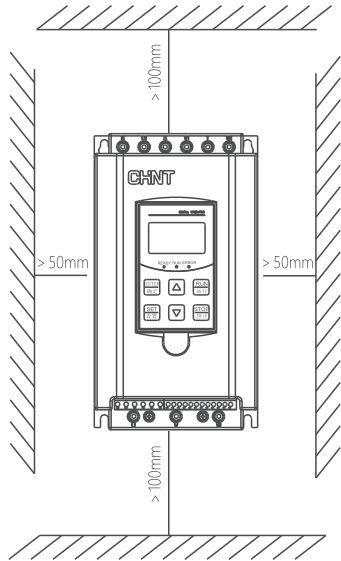

图2.1 产品安装外围空间
- 为了保证软起动在使用中具有良好的通风及散热条件，软起动应垂直安装，并在设备四周留有足够的散热空间，详见图2.1。